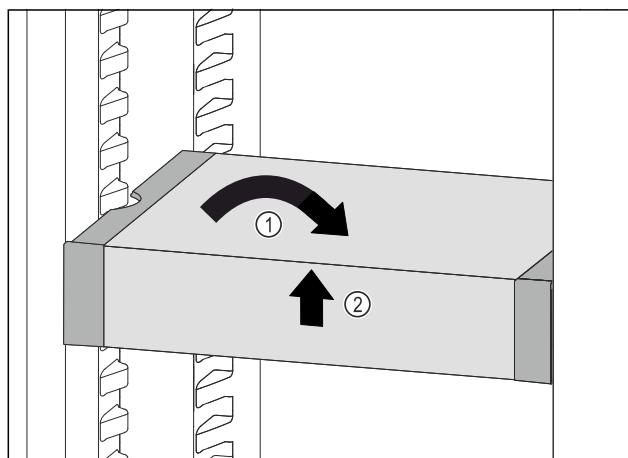

Fig. 117
- Установите VarioSafe прямо. Fig. 117 (1)
- Приподнимите VarioSafe спереди. Fig. 117 (2)